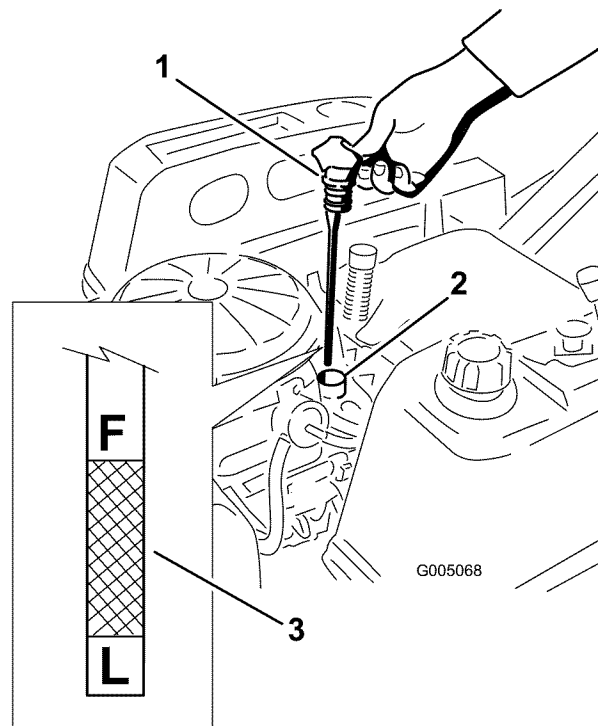

Figura 23
4. Retire el tapón de llenado/varilla de aceite y límpielo. Vuelva a colocar la varilla y empuje firmemente para asentarla en su lugar (Figura 23).
5. Retire la varilla y compruebe el nivel de aceite. (Figura 23).
6. Retire el tapón de vaciado de aceite (Figura 24). Retire el tapón de llenado/varilla (Figura 23).
13. Vierta lentamente un 80% aproximadamente de la cantidad especificada de aceite por el tubo de llenado (Figura 23).
14. Coloque firmemente el tapón de llenado/varilla (Figura 23).
15. Compruebe el nivel de aceite (Figura 23); consulte Verificación del nivel de aceite.
- Coloque firmemente el tapón de llenado/varilla (Figura 23).